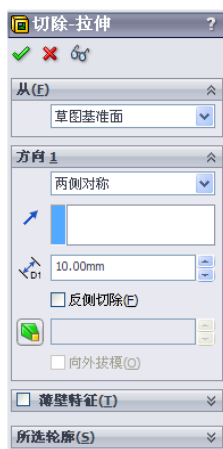
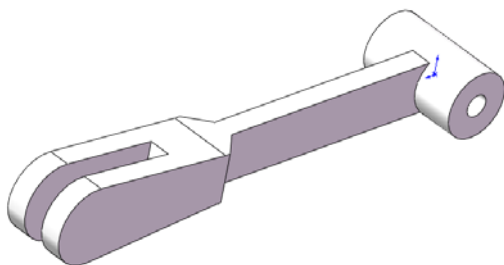

图 13-100 “切除-拉伸”属性管理器
图 13-101 切除实体
(11) 切除拉伸实体。选择菜单栏中的“插入”→“切除”→“拉伸”命令, 或者单击“特征”工具栏中的 (切除拉伸) 按钮, 此时系统弹出如图 13-100 所示的“切除-拉伸”属性管理器。设置终止条件为“两侧对称”, 输入拉伸切除距离为“10”, 然后单击属性管理器中的 (确定) 按钮, 结果如图 13-101 所示。